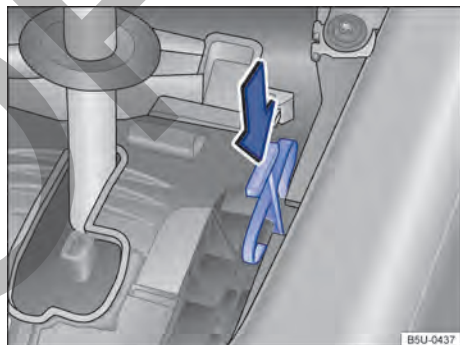

Fig. 84 Desinstalar la cubierta de la palanca selectora y desbloquear el bloqueo de la palanca selectora de emergencia.
- Presionar la palanca de desbloqueo → fig. 84 en el sentido de la flecha y mantener en esta posición.